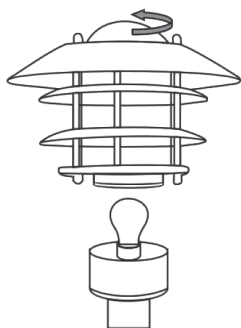

Bild 2
2. Lossa armaturens glaskupol genom att hålla i glasets överdel och skruva det moturs. Notera att armaturens överdel följer med (se bild 2).